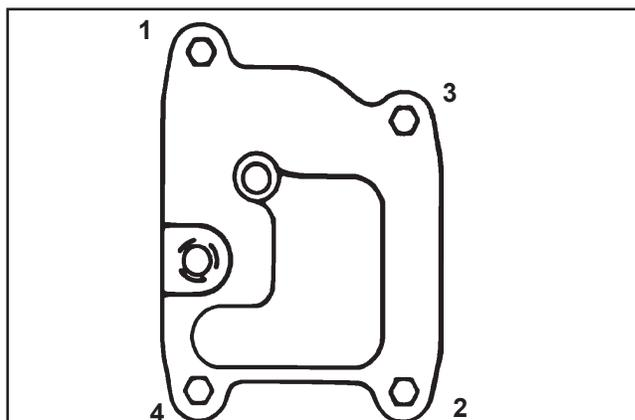

Figure 11-68. Séquence de couple de serrage du couvercle du reniflard.
- Serrer les quatre vis du couvercle du reniflard à **7,3 N·m (65 pouces lb)** dans la séquence indiquée à la Figure 11-68.